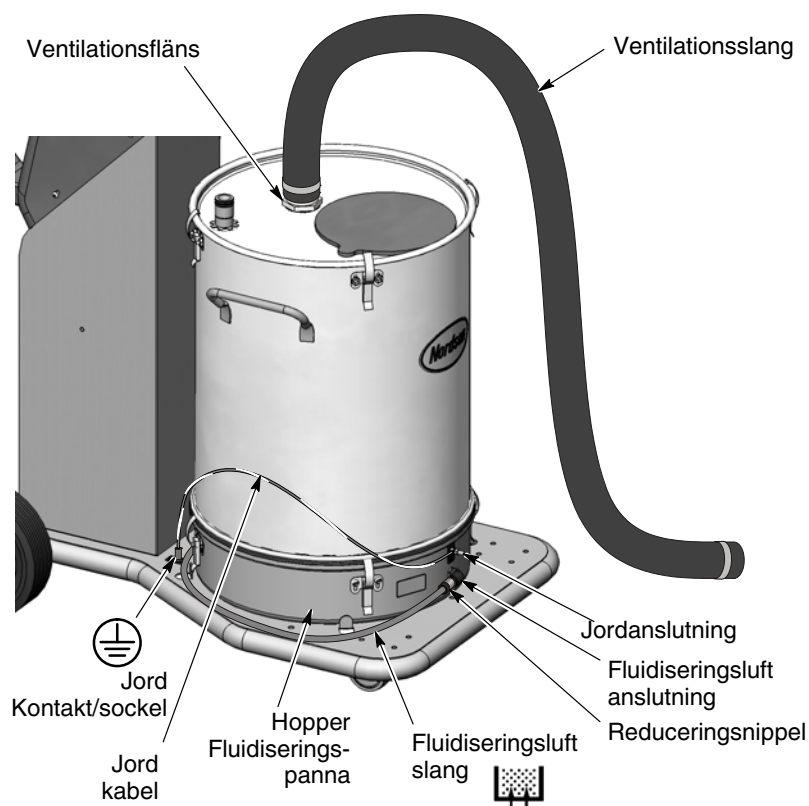

Bild 3-7 Installation av hopper på vagnen för mobila system
1. Se bild 3-7. Lossa hopporns lock och tag ut ventilationsslangen och slangklämmorna.
Anslut ventilationsslangen, som levererats tillsammans med hoppers, till hoppers lock så som visas i bild 3-7. Drag ventilationsslangen till ett ventilationsuttag på sprayboxen eller på en uppsamlingsmodul.